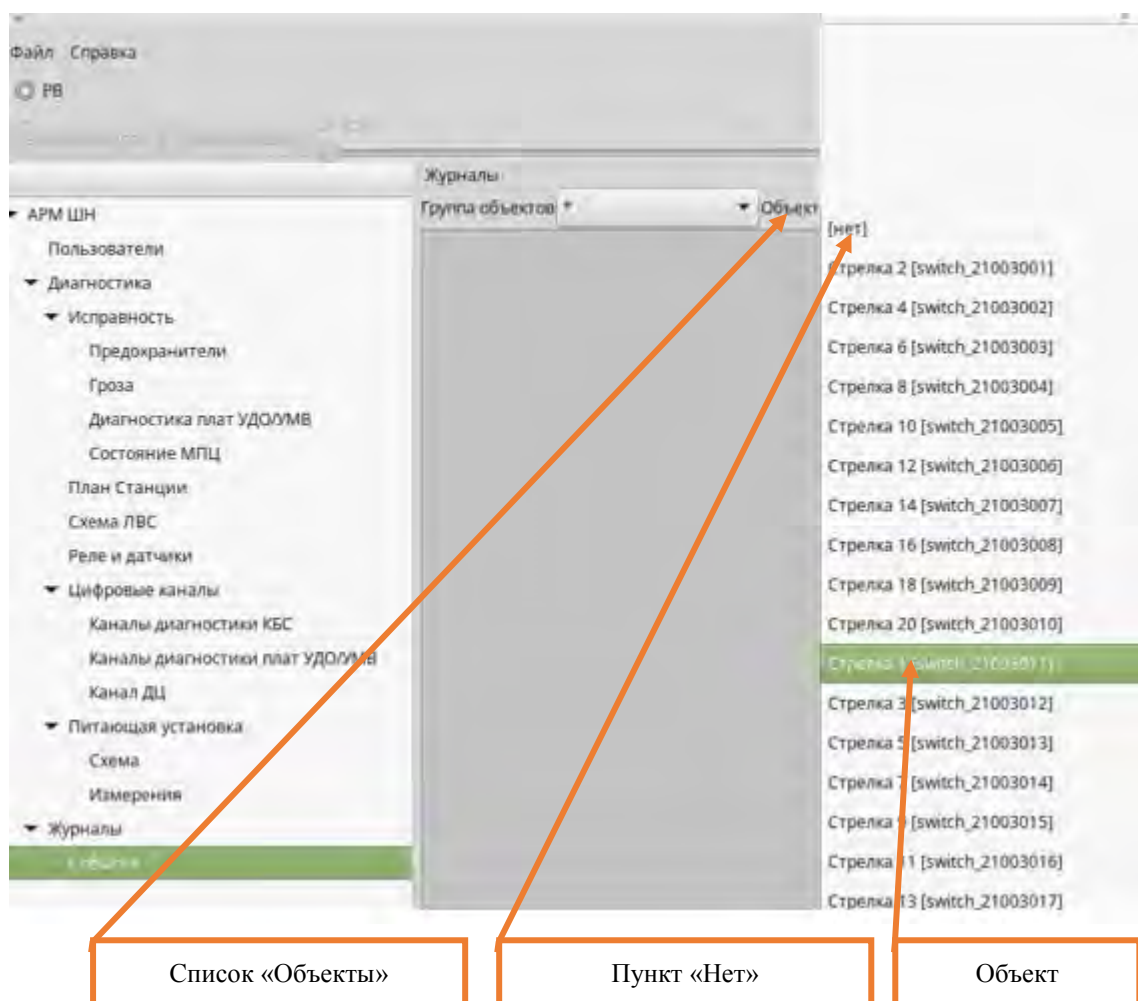

Рисунок 4. Выбор определенного объекта для фильтрации сообщений
7.1.4. Для просмотра конкретного объекта (Например: стрелка №1, светофор Н1) его необходимо выбрать в выпадающем списке «Объекты» (Рисунок 4).
ВНИМАНИЕ: Если необходима информация по все объектам, выбрать пункт «нет» (Рисунок 4).